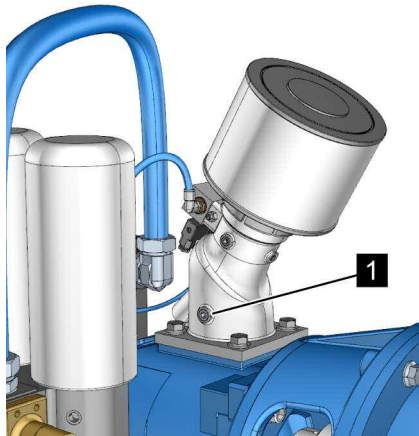

Рис. 32: Резьбовая пробка регулятора впуска
1. Отверните резьбовую пробку регулятора впуска (Рис. 32/1).
2. Залейте охлаждающую жидкость в резьбовую пробку регулятора впуска (Рис. 32/1).
3. Закрутите резьбовую пробку регулятора впуска (Рис. 32/1) (☞ Приложение В «Моменты затяжки винтов» на странице 133).